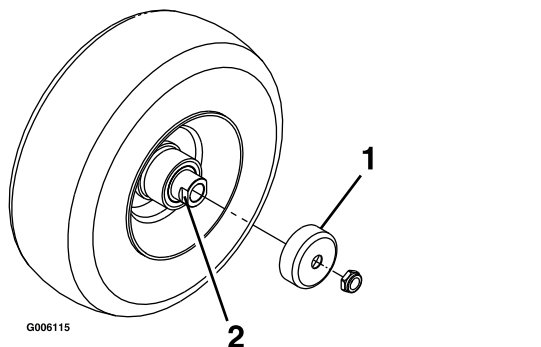

Figura 44
4. Retire los protectores de los retenes del buje de la rueda (Figura 44).